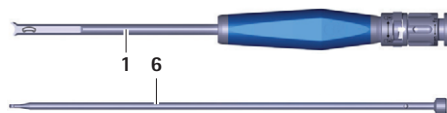

Fig. 12 Instrument d'insertion démonté
- Retirer la barre **6** du tube **1**, voir Fig. 12.